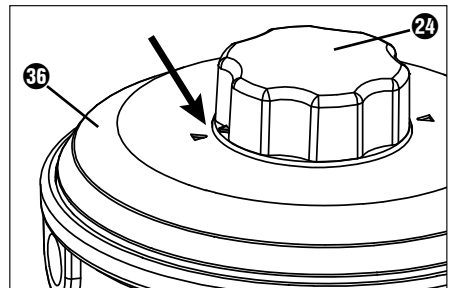

Abb. 1
- 1) Achten Sie darauf, dass die beiden Pfeile auf dem Deckel 36 und auf dem Drehknopf 24 der Fadenspule 23 zueinander zeigen (siehe Abb. 1).